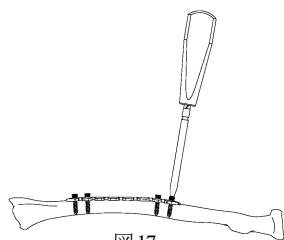

図 17
- 3) 遠位部 3.5 ロッキングスクリューより抜去し、続いて骨幹部 3.5 ロッキングスクリューを抜去します。(図 17)